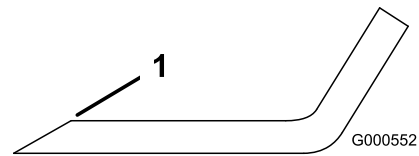

Figura 77
Nota: Si la cuchilla no está equilibrada, rebaje algo el metal en la parte de la vela solamente con una lima (Figura 77).
1. Utilice una lima para afilar el filo de corte en ambos extremos de la cuchilla (Figura 77).